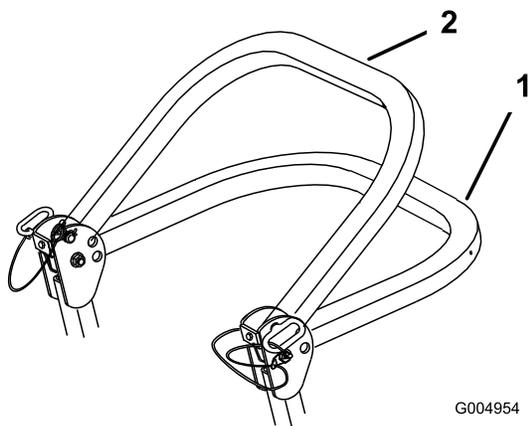

Figura 8
2. Abbassate il roll bar. Il roll bar può essere abbassato in due posizioni. Vedere Figura 8.